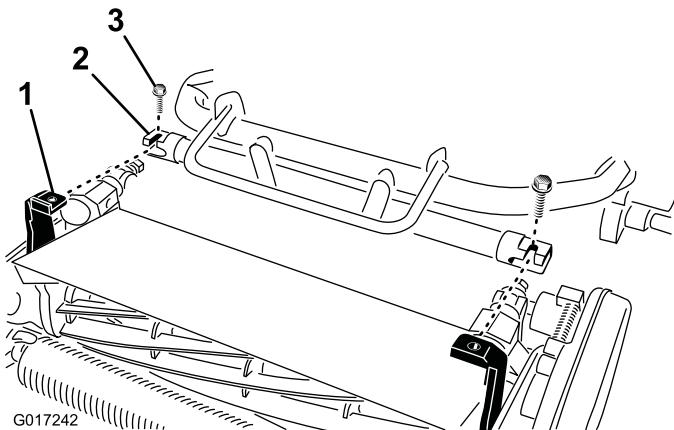

图4
3. 将滚刀组推入主机下方 (图4)。
4. 向前推动主机框架 (图4), 直至其与滚刀组旋转臂完全接合。
5. 使用 2 颗 3/8 x 3/4 英寸 (0.95 x 1.90 厘米) 螺栓将主机框架固定到滚刀组旋转臂上 (图4)。